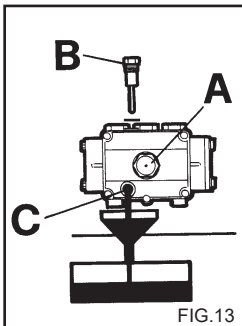

FIG.13
- 1) Skruva ur dränerings-pluggen som är placerad under pumpen (fig. 13 C).
- 2) Skruva ur locket med oljestickan (fig. 13).